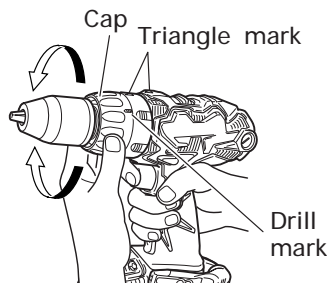

Fig. 23
11. Confirm the cap position <DS14DL> (See Fig. 23)